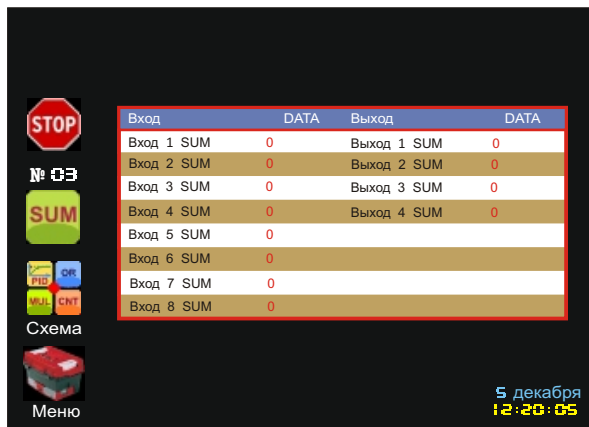

Рис. 46. Меню "Процесс" (Блок "Суммирование")
9.2.9 В меню **Процесс** блок Суммирование представлен в виде таблицы, в которой находится информация о состоянии 8-ми входов и 4-х выходов блока в данный момент времени (Рис. 46).